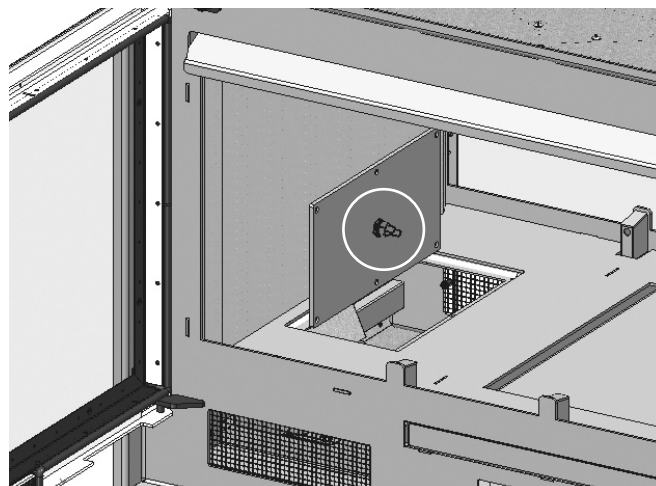

FIG. 11
3. **Attention!** Dans l'un des couvercles est positionné thermostat. Relâchez le thermostat lorsque le couvercle est soulevé, dévissant-le. (Fig. 11)